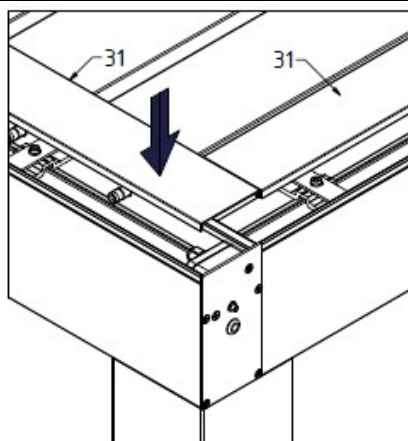

Fig. 30
35. Encliqueter tous les profils de rive par le haut avec les profils de révision (31) - Fig. 30. La fermeture correcte des caches dépend de l'espacement régulier des renforts insérés au bord supérieur des poutres.